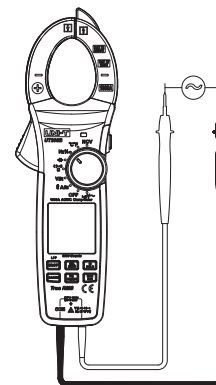

Рис. 11
11. Измерение частоты / коэфф. заполнения (Рис. 11)